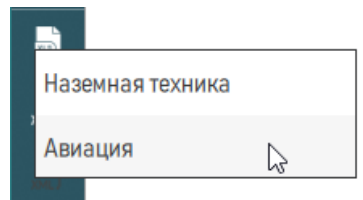

Рисунок 34 – Выбор набора единиц измерения
2) В открывшемся меню выбрать набор единиц измерения – для авиационной или наземной техники (рисунок 34).